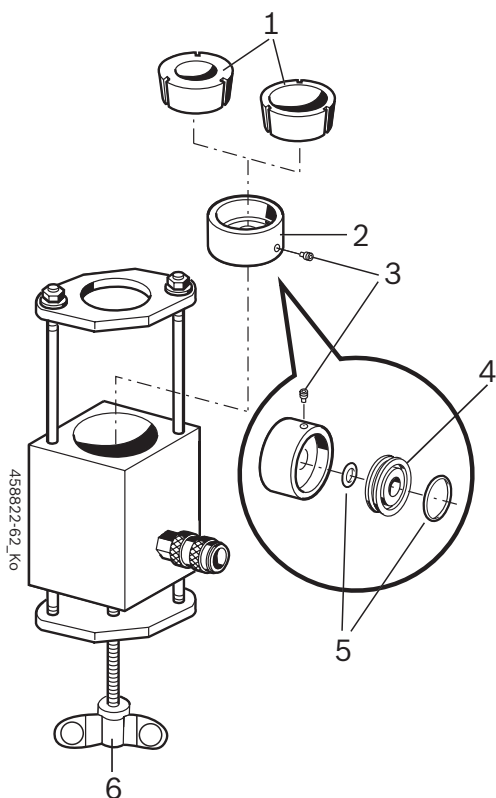

Fig. 7: Substituição do anel tensor e do O-ring
1. Soltar o anel tensor (fig. 7, pos. 1) rodando o parafuso tensor (fig. 7, pos. 6) para a esquerda.
2. Remover o anel tensor do respectivo inserto (fig. 7, pos. 2) da câmara de injeção.
4. Rode o parafuso sem cabeça (fig. 7, pos. 3) para fora até que seja possível retirar o inserto do O-ring (fig. 7, pos. 4).
5. Se necessário, remover o O-ring (fig. 7, pos. 5), do inserto do anel tensor.
A mangueira 1 680 712 308, incluída no âmbito do fornecimento, é utilizada para conduzir o óleo de teste injetado pelo CRI ou pelo DHK/UI da câmara de injeção (fig. 7, pos. 5) para o EPS 200.